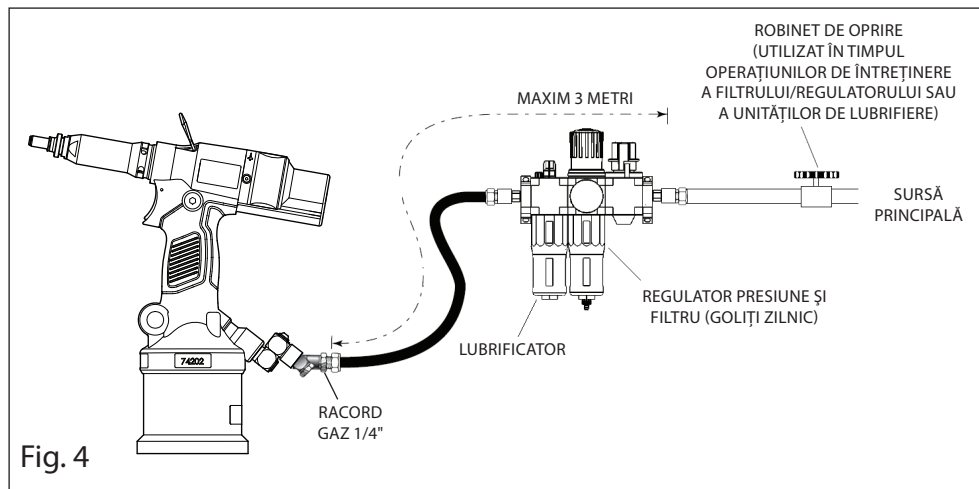

Fig. 4
- Regulatele de presiune și sistemele automate de ungere/filtrare pentru sursa de aer trebuie să se afle la o distanță de 3 metri de unealtă (consultați fig. 4).